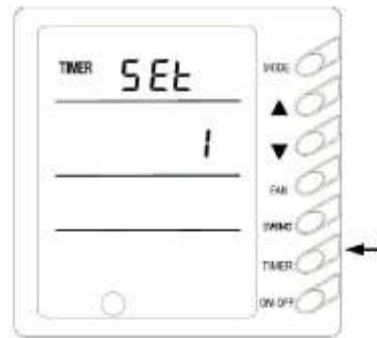
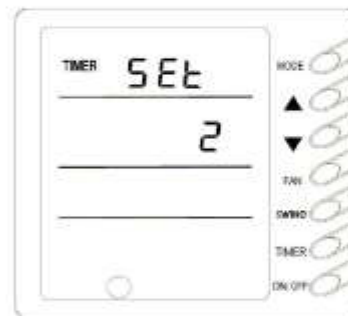
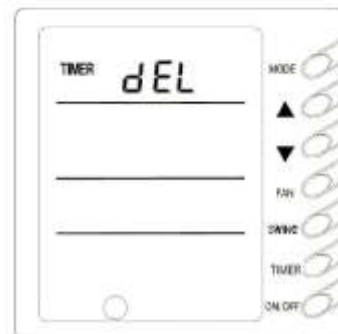

Рис.7
Рис.8
Рис.9
6) Установка таймера (Рис.7, 8, 9)
Функция таймера в данном проводном контроллере управляется недельным таймером. В любом состоянии блока (ВКЛ или ВЫКЛ) нажатие кнопки TIMER вызывает настройку таймера, после чего следует при помощи кнопок ▲ или ▼ установить таймер (Рис.7), время (рис.8) или удалить таймер (рис.9). По завершении нажмите TIMER для сохранения.